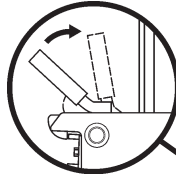
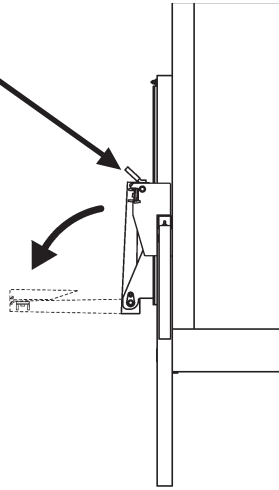

Fig. 8-1B
Fig. 8-1A
1. Parándose a un lado de la plataforma (**Fig. 8-1A**), presionar la palanca de interruptor a la posición de **UP** (elear) para liberar la plataforma (**Fig. 8-1B**). Desplegar la plataforma como se muestra en **Fig. 8-1A**.